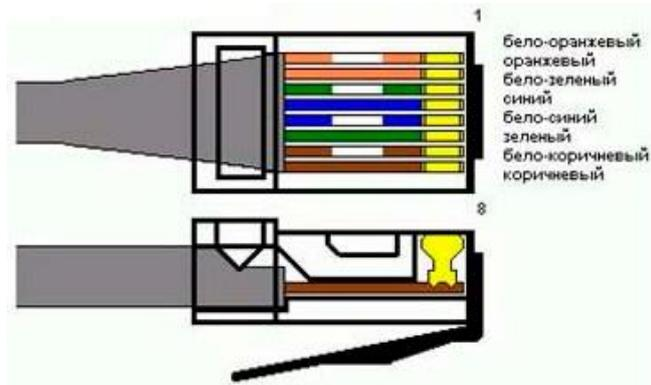

Рис. 11. Прямой обжим соединения, по стандарту TIA/EIA-568B, UTP 4-х парного кабеля категории 5е с вилкой RJ45 8P8C.
6.22 Для подключения сети Пользователя, стандарта EIA RS-485, а также цепей сигнализации медицинского учреждения к разъему изделия RJ45 необходимо применять прямой обжим, соединения вилки RJ45 8P8C с 4-х парным UTP кабелем категории 5е, по стандарту TIA/EIA-568B (рис. 11).